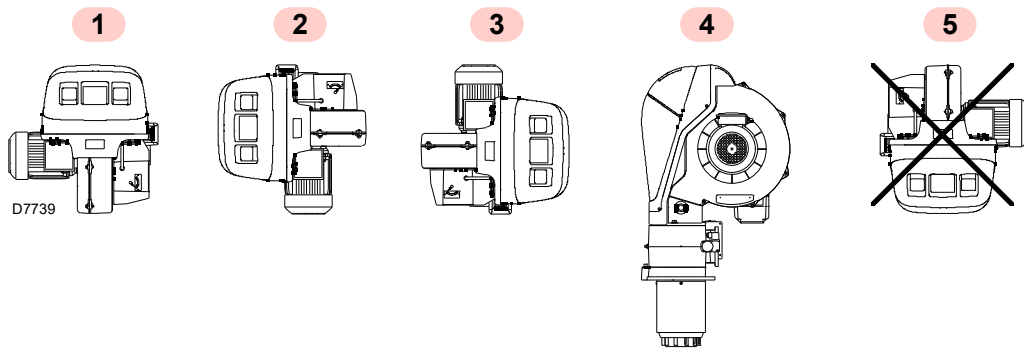

Fig. 14
- Le brûleur est exclusivement prévu pour fonctionner dans les positions **1, 2, 3 et 4** (Fig. 14).